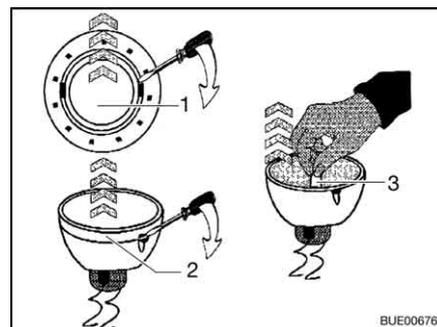

Bild 203 Halogenglühlampe wechseln
- Inneren Abdeckring (Bild 203,1) mit einem Schraubendreher vom Gehäuse lösen.
- Abdeckring mit der Glasscheibe (Bild 203,2) vom unteren Teil der Halogeneinbauleuchte mit einem Schraubendreher lösen.
- Halogenglühlampe (Bild 203,3) entfernen.